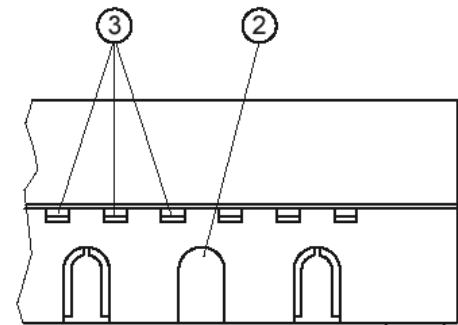

Abb. 8
- Antennenleitung durch die im Gehäuse vorge-sehene Öffnung, Abb. 8 (2), führen.
- Kunststoffstege in den Öffnungen für die Stellantriebe im Gehäuseunterteil entfernen oder umdrücken (Abb. 8 (3)).